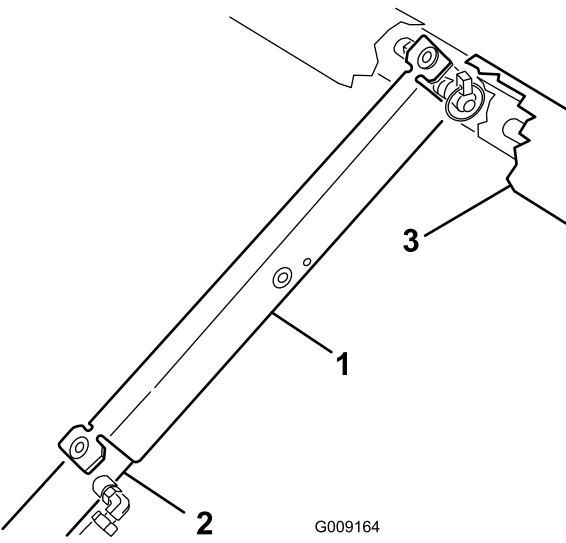

Figura 2
sobre el extremo del cilindro y sobre la rótula de la varilla del cilindro (Figura 2).
1. Retire el soporte de la plataforma de la varilla del cilindro, y retire el soporte (Figura 2); consulte Preparación para la instalación del Kit.